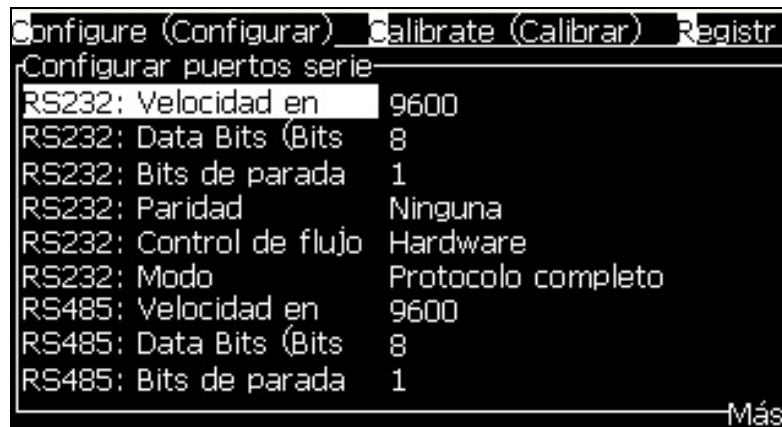

Figura 4-21. Cuadro de diálogo *Configure Serial Ports* (Configurar puertos serie)
- 2 Seleccione la opción *Serial Port Configuration* (Configuración del puerto serie), y pulse la tecla **Enter**. Aparecerá el cuadro de diálogo *Configure Serial Ports* (Configurar puertos serie) (consulte Figura 4-21).